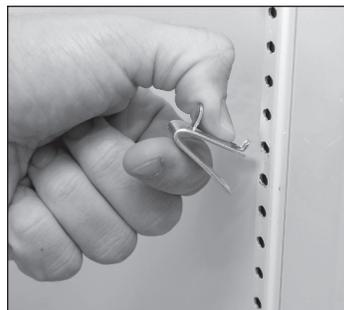

Рис. 1. Установка верхнего язычка кронштейна под полку.
1. Установить кронштейны полок на направляющие. См. рис. 1.